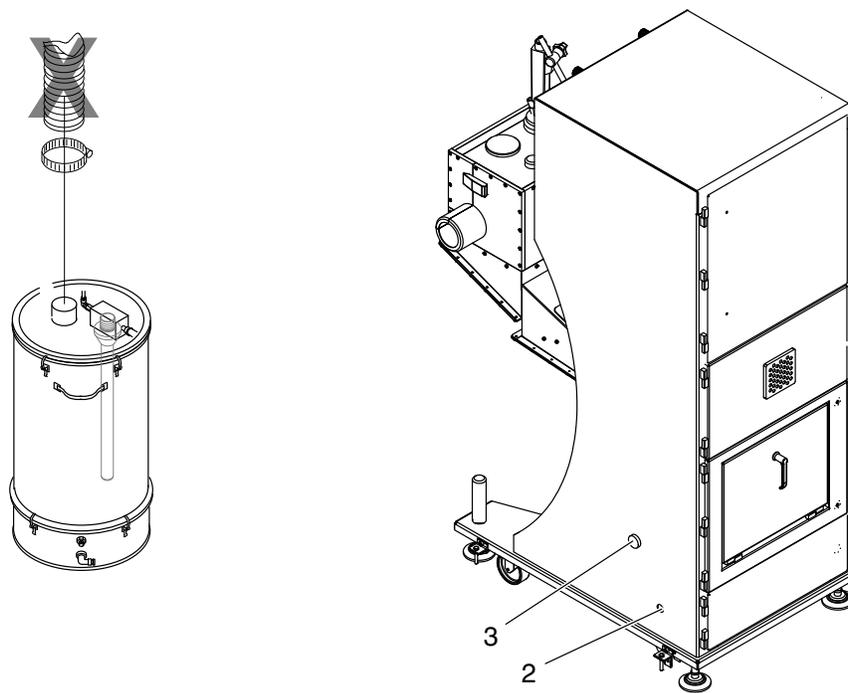

Fig. 3-12
- Remplacer le bouchon borgne *Trémie* (2, fig. 3-12) par le raccord passe-cloison qui se trouve dans un sachet dans la zone inférieure de l'équipement. Visser le raccord passe-cloison sur la paroi de l'équipement de manière à ce que le diamètre le plus petit soit dirigé vers l'intérieur de l'équipement.
- Retirer le bouchon borgne (3, fig. 3-12) et le conserver. L'écrou sera encore nécessaire.